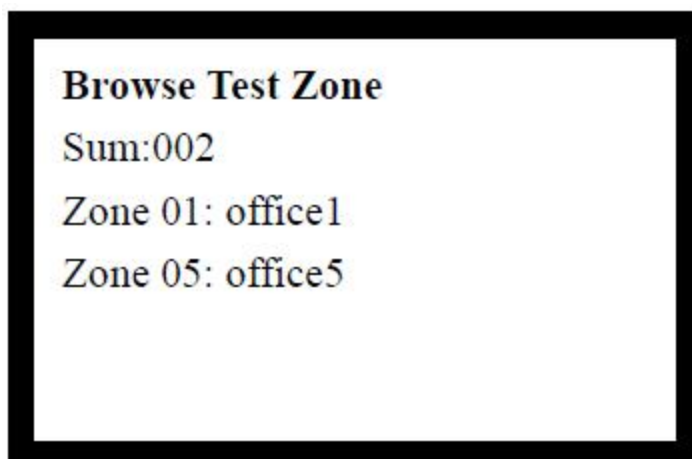

Рис. 6-7
- 2 (Group) (012)(020) // 2 назначенные группы. Есть 12 адресных устройств на 1-ом шлейфе, и 20 устройств на 2-ом шлейфе
- При нажатии кнопки 4 **“4. In Test Mode Zones”** Вы войдете в экран для просмотра зон в тестовом режиме, См. Рис. 6-7.